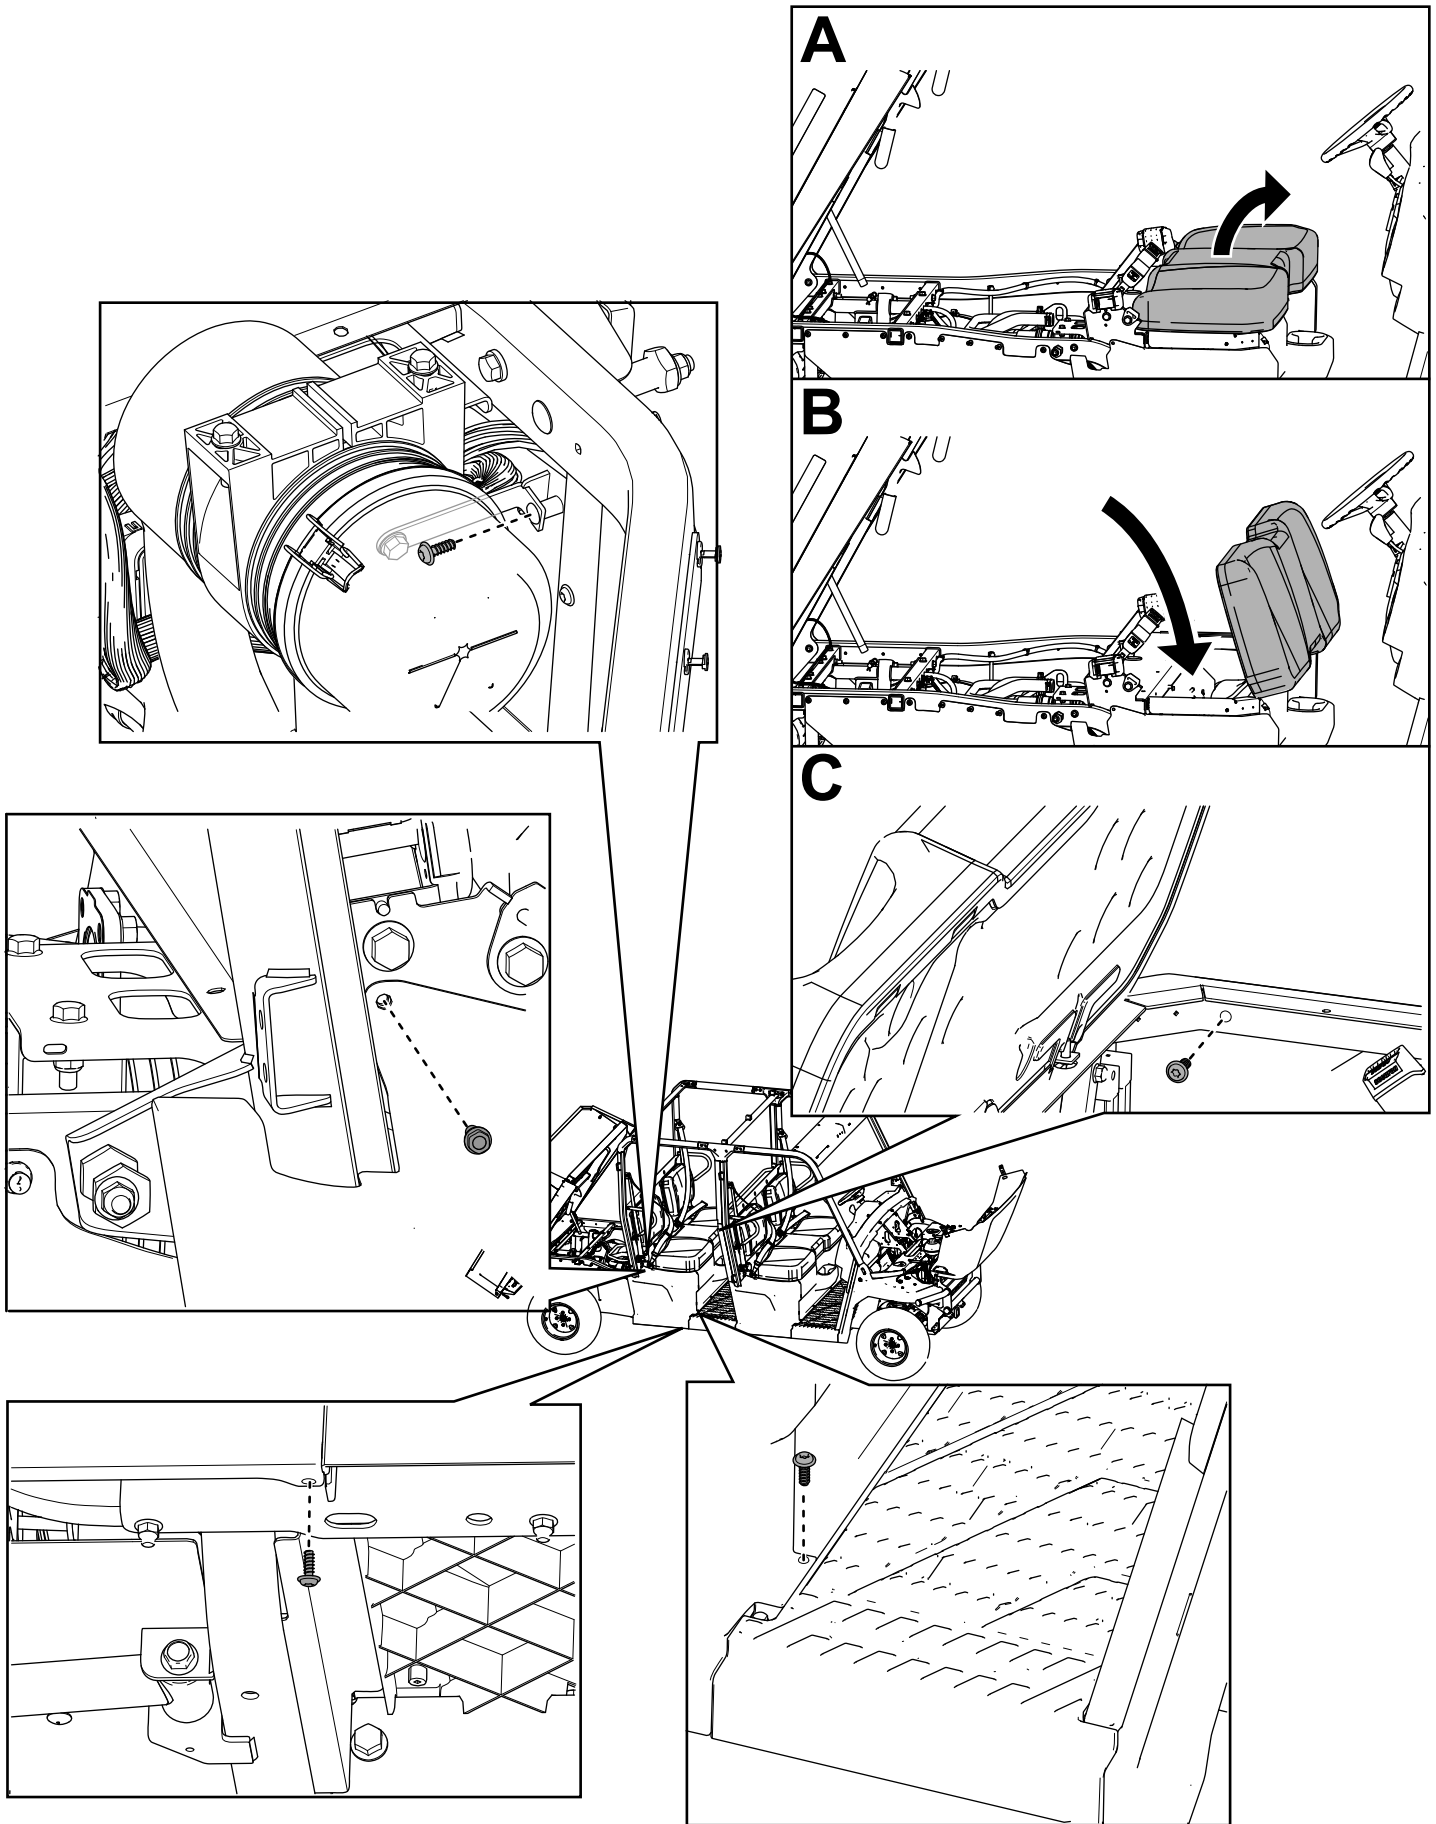

Figura 72
32. Sujete los 2 paneles izquierdos y los 2 paneles derechos de la base del asiento usando los pernos de cabeza hexagonal con arandela prensada ($\frac{1}{4}$ " x $\frac{3}{4}$ " que se retiraron anteriormente, como se muestra en la Figura 72.